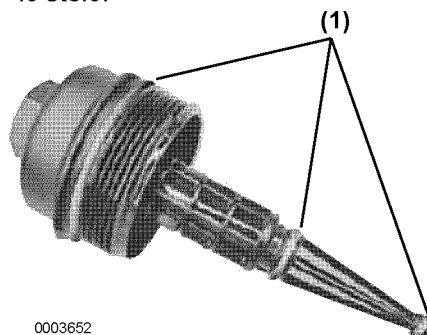

Figura 2
VORSICHT! *le i tre O-ring (**Figura 2, (1)**) sullo stelo.*